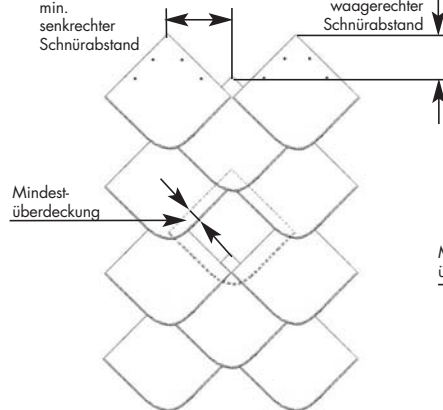
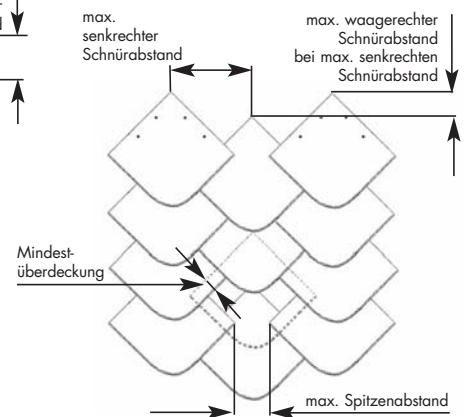

Abbildung 15a
Abbildung 15b
- Bei Außenwandbekleidungen sind sowohl der waagerechte als auch der senkrechte Schnürabstand innerhalb gewisser Toleranzen variabel. Auf die Mindestüberdeckung (rechtwinklig zur Schieferkante gemessen) ist zu achten (Abb. 15a und 15b). Hier empfiehlt sich der Einsatz der CD-ROM "Deckbildvariationen mit Bedarfstabellen" in der jeweils aktuellen Version.
- Die Werte für die Mindestüberdeckung, den waagerechten und den senkrechten Schnürabstand **bei maximalem waagerechten Schnürabstand** (Abb. 15a) sowie den entsprechenden ca. Stückzahlbedarf pro m² entnehmen Sie bitte der Tabelle 14. Die Werte für die Mindestüberdeckung, den waagerechten und den senkrechten Schnürabstand **bei maximalem senkrechten Schnürabstand** (Abb. 15b) sowie den entsprechenden ca. Stückzahlbedarf pro m² entnehmen Sie bitte der Tabelle 15.
Werte für Außenwandbekleidungen mit WARIO® Rundbogen Schablonen in der WARIO® Deckart bei max. waager. Schnüre. (Abb. 15a)
Werte für Außenwandbekleidungen mit WARIO® Rundbogen Schablonen in der WARIO® Deckart bei max. senkr. Schnüre. (Abb. 15b)